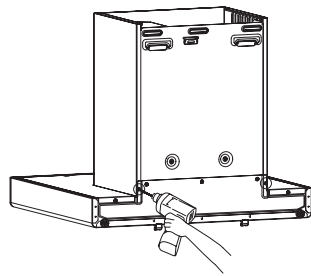

Fig.8
2.取下風機外罩、裝飾罩（僅適用於 EMS6008-C）：用螺絲刀取下主機背后固定風機外罩的 2 顆螺釘（見 Fig.8），然後雙手抓住風機外罩和裝飾罩向上將其取出（見 Fig.9）；